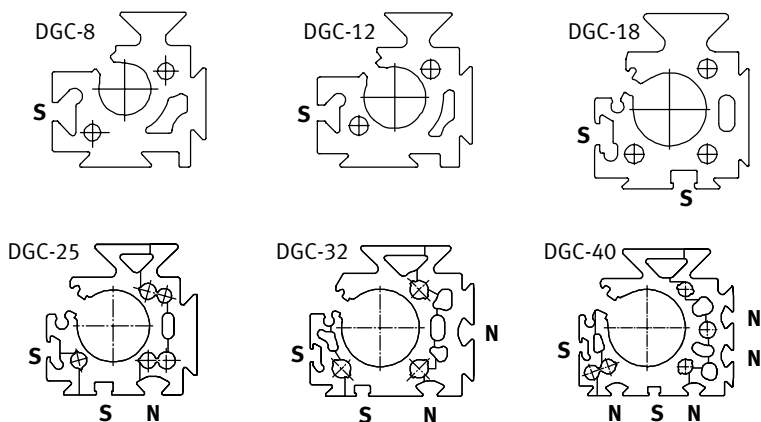

Fig. 22
- Utilizzare le scanalature S da Fig. 22 per il fissaggio dei finecorsa magnetici.
- Utilizzare le scanalature secondo Fig. 22 per il fissaggio degli accessori esterni.